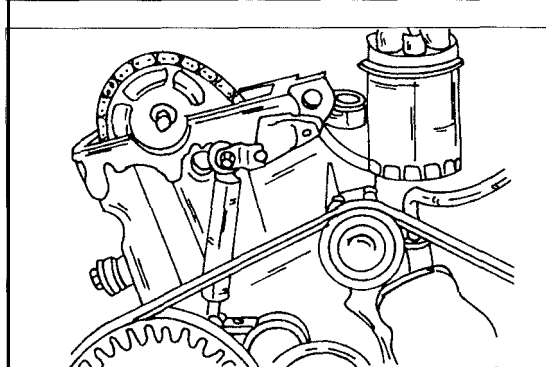

Bild 197
- Den Federspannhebel (5) und die Zugfeder (6) ausbauen. Beim Einbau darauf achten, dass die Feder mit dem Farbzeichen nach oben weisend eingebaut wird.
- Den Dämpfer vom Zylinderkopf abschrauben (siehe Bild 197).
- Den Verschlussdeckel(9) und die Schraube (1) des Spannhebels (11) entfernen. Beim Lösen der Schrau-